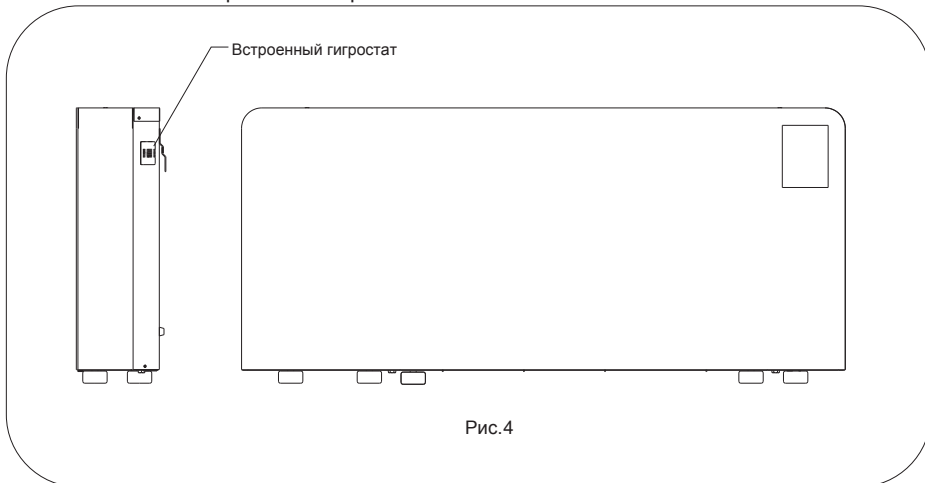

Рис.4
3.6.4 Расположение встроенного гигростата показано на Рис.4: